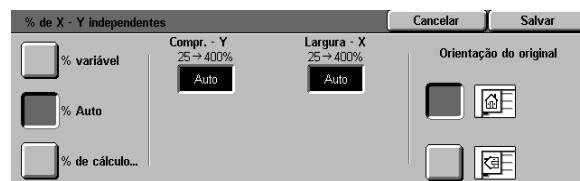

Figura 20: tela Auto% de Reduzir/Ampliar
- 3 Toque na opção **Auto%**, como na Figura 20.